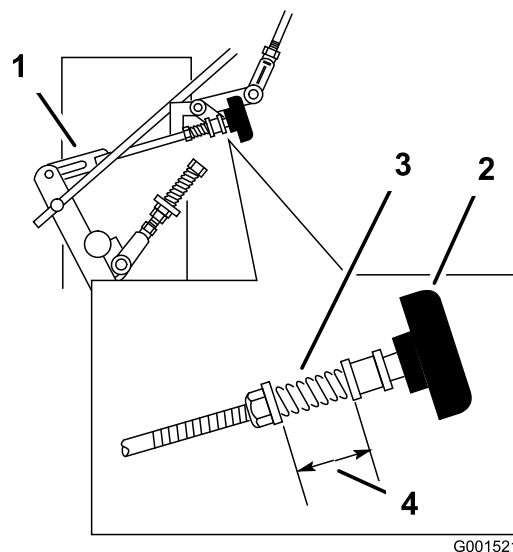

Figura 39
3. Ajuste el acoplamiento del lado derecho girando el mando de ajuste de la dirección en el sentido contrario a las agujas del reloj hasta que la rueda empiece a girar hacia adelante (Figura 39).
4. Gire el mando en el sentido de las agujas del reloj, 1/4 de vuelta a la vez. Luego mueva la palanca de control de la velocidad hacia adelante y hacia atrás a punto muerto. Repita esto hasta que la rueda derecha deje de girar hacia adelante (Figura 39).
6. El muelle que mantiene tensado el mando no suele necesitar ajustes. No obstante, si es necesario ajustarlo, ajuste el muelle hasta que la distancia entre las arandelas sea de 26 mm (1 pulg.) (Figura 39).
7. Ajuste la longitud del muelle girando la tuerca de la parte delantera del muelle (Figura 39).